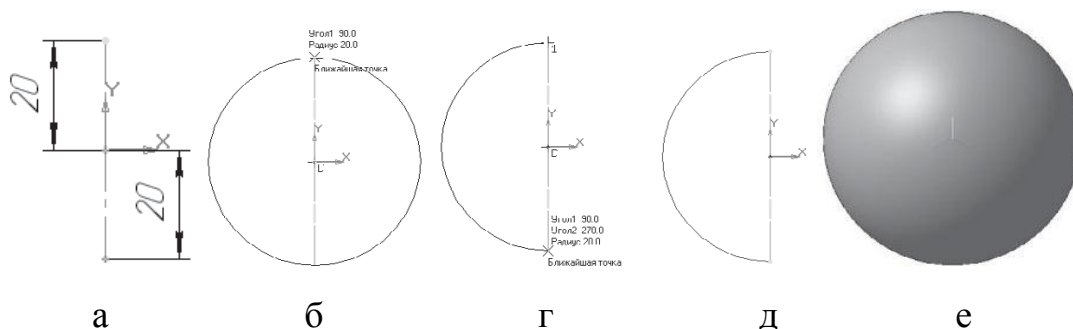

Рисунок 3.5 – Створення тривимірної моделі кулі
- побудуйте вертикальний відрізок стилем осьова з початку координат довжиною 20 мм нагору і вниз (рис. 3.5, а);
- вкажіть верхню точку осової лінії (спрацює глобальна прив'язка **Найближча точка**) – рис. 3.5, б;
- потягніть дугу та вкажіть нижню точку осової лінії (спрацює глобальна прив'язка **Найближча точка**) – рис. 3.5, г;
- на Інструментальній панелі Вид виберіть команду напівтонове, півтонове з каркасом (рис. 3.5, е);